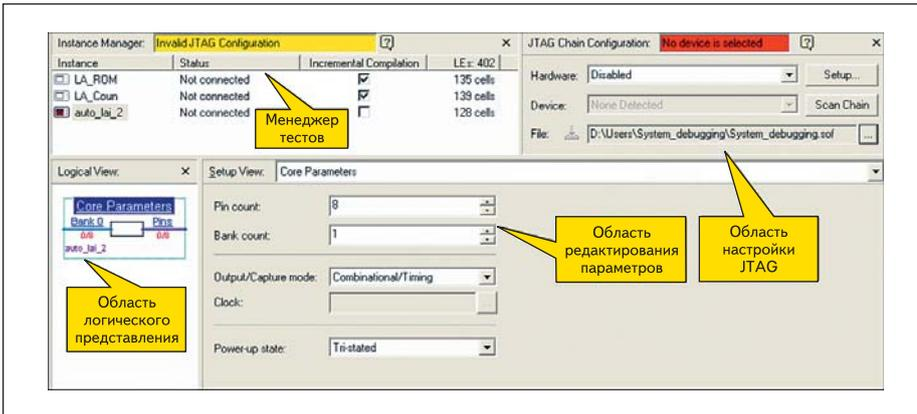

Рис. 7. Окно файла LAI
В результате откроется окно для настройки нового файла LAI с именем по умолчанию lai1.lai (рис. 7).
- задавать средства программирования (в примере на рис. 7 выбор средства программирования еще не сделан);